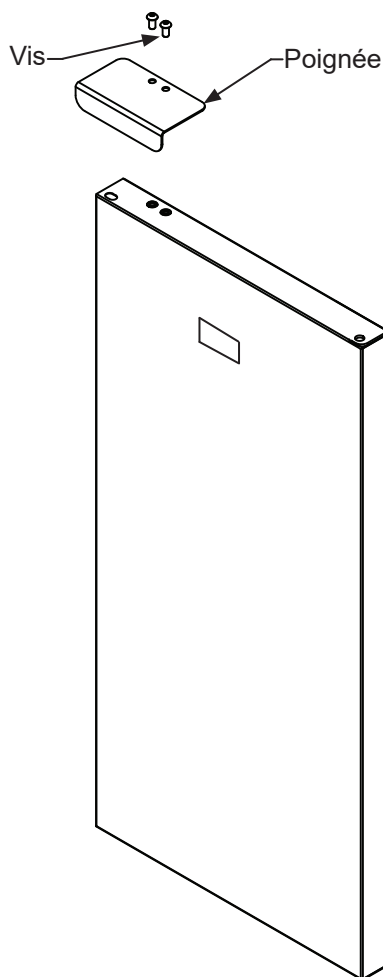

Figure 7
1. Sortez les poignées, (2) vis et une clé Allen de 5/32" du sac livré à l'intérieur du meuble.
2. Localisez le trou pour poignée situé en haut du tiroir et fixez-la en place en utilisant (2) vis serrées avec la clé Allen (Voir la Figure 7).